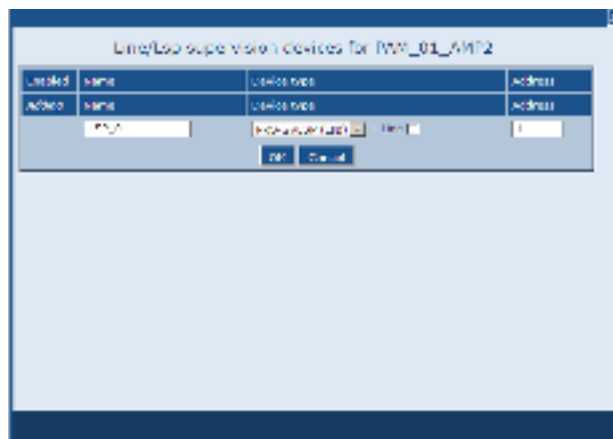

рисунок 44.17: Добавление контролирующего устройства, шаг 3
- 3 Введите данные контролирующего устройства (см. рисунок 44.17 в качестве примера).
- Введите адрес, который был назначен контролирующему устройству, в поле *Address* (см. рисунок 44.17).